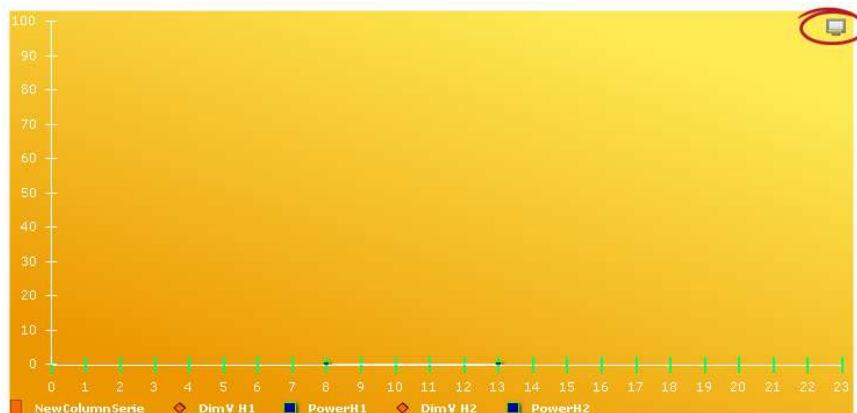

Abbildung 60: Graphik-Komponente in der Visualisierung
**Abbildung 60: Abbildung 60** zeigt eine Graphik-Komponente in der Visualisierung. Mit Klick auf dem rot umrandeten Symbol gelangt man in den Bearbeitungsmodus der Graphik-Komponente. Im linken oberen Bereich werden die zugehörigen Bedienelemente eingeblendet. Der Bearbeitungsmodus wird mit Betätigung der Schaltfläche wieder verlassen.